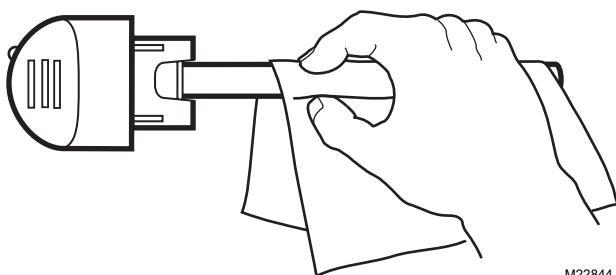

Fig. 14. Limpie el vidrio con un paño suave.
- Sostenga el soporte de la lámpara y limpie el vidrio de la lámpara con un paño suave y humedecido con limpiador de vidrios. Si toca el vidrio de la lámpara, asegúrese de limpiar del área las manchas de grasitud de las manos. Vea la Fig. 14.